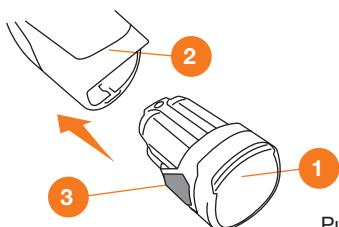

Рис. 3
1. Установите аккумуляторную батарею ① в разъем рукоятки секатора ② до щелчка (Рис. 3).
2. Для извлечения аккумуляторной батареи нажмите на фиксаторы ③ и извлеките батарею из разъема корпуса секатора.